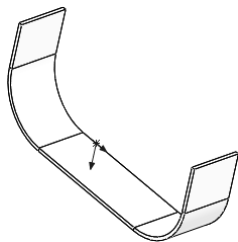

图 9-17 源文件
- 02** 在“打开”对话框中选定文件名为“9.1”, 然后单击“OK”按钮, 或者双击所选定的文件, 即打开所选文件, 如图 9-17 所示。